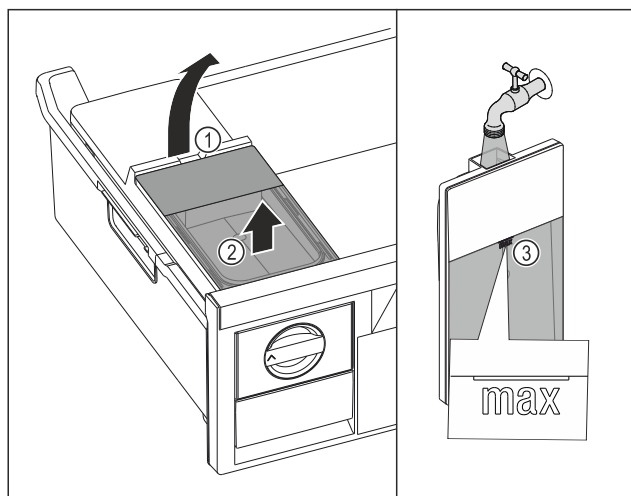

Fig. 72
- ▶ Nádržku na vodu nadvihnite za vybranie Fig. 72 (1).
- ▶ Nádržku na vodu odoberte nahor. Fig. 72 (2)
- ▶ Nádržku na vodu naplňte pitnou vodou po značku Fig. 72 (3).